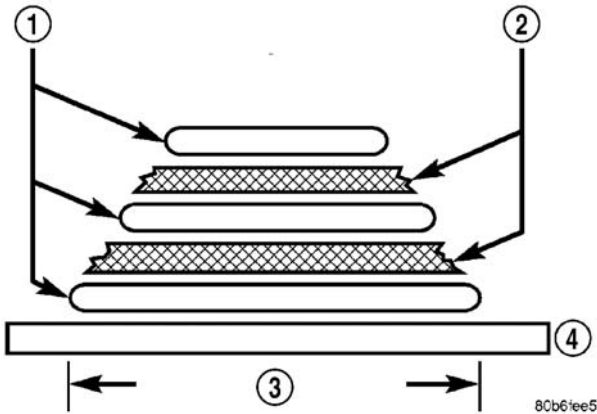

图 8 成品板
- (1) 用背面有粘接剂的尼龙网（纤维带）覆盖蜡纸或塑料薄膜覆盖比需要修补大的区域（图 8）。
- (2) 用有网纹的蜡纸或塑料薄膜贴在一个与修理区形状相当的表面。
- (3) 将足够的粘接剂涂到加固网上（图 8）。根据需要，第一遍凝固后在网上涂敷第二遍或第三遍粘接剂。修补片的厚度应与修理区相同。
- (4) 在修补片固化后，从修补片的背后剥除蜡纸或塑料薄膜。
- (5) 如果需要，可在修补片的背后涂敷一薄层粘接剂盖住玻璃纤维网，以增加强度。